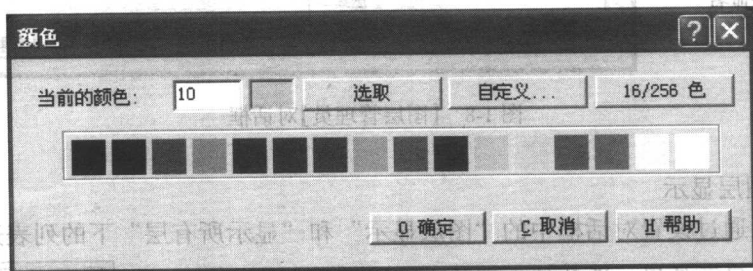

图 1-7 【颜色】对话框
2) **颜色: 10** (颜色) 按钮可以改变绘图颜色,以方便区别图素。在 MasterCAM 9.1 任何工作时候,选择 **颜色: 10** 按钮后,可以通过打开的“颜色”对话框(见图 1-7)进行当前颜色的修改,从而实现用不同的颜色直观地绘制图形。